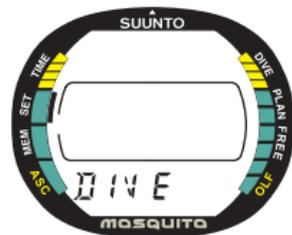

Fig. 4.7. Settaggio Programma Immersione.
1. da SET premere il pulsante S tre volte per accedere a DIVE scelta del programma d'immersione (Fig. 4.7.).